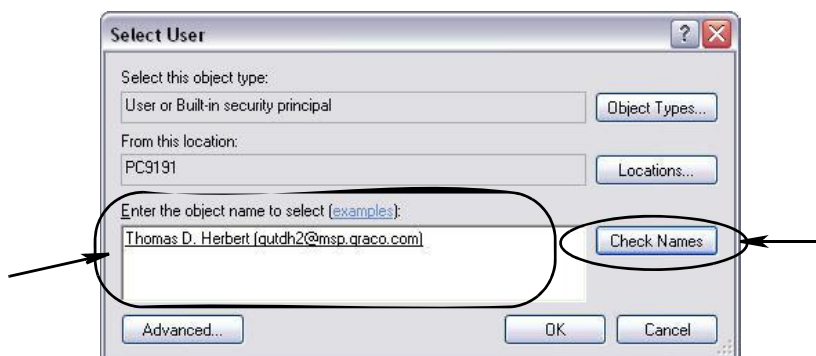

Рис. 40
8. Появится диалоговое окно (Рис. 40). В поле «Enter the object name to select» [Введите имя объекта] впишите свое имя пользователя. Дважды нажмите кнопку «Check Names» [Проверить имена].